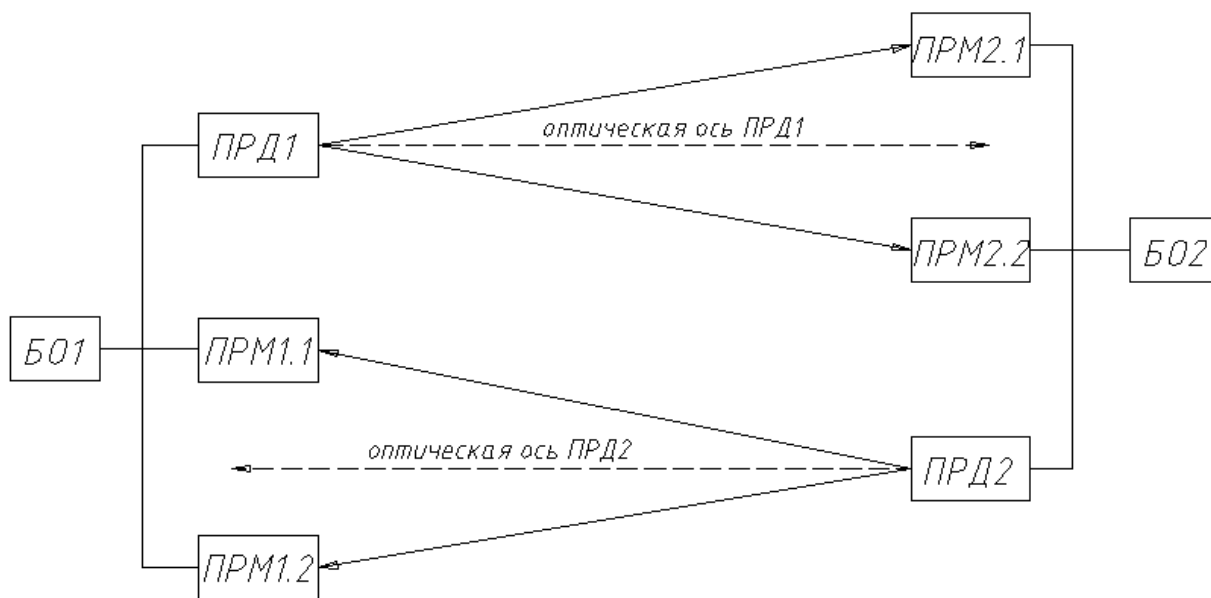
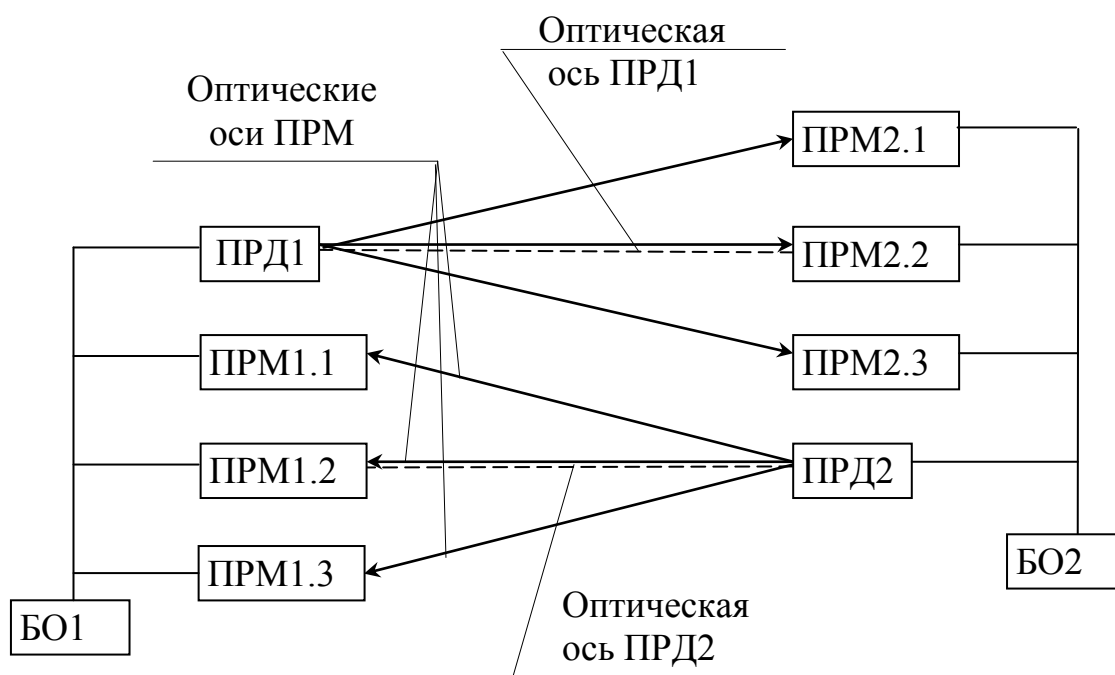

Рисунок 5.1 – Принцип построения 4-лучевого извещателя
Рисунок 5.2 – Принцип построения 6-лучевого извещателя.
Принцип действия извещателя основан на создании многолучевого ИК-барьера, состоящего из четырех (рисунок 5.1) или шести (рисунок 5.2) оптических каналов.
5.2.4.2.2 Отъюстируйте оптический канал ПРД1 – ПРМ2.1 и ПРМ2.2 (см. рисунок 5.1 для 4-лучевого) или канал ПРД1 – ПРМ2.1, ПРМ2.2, ПРМ2.3 (см. рисунок 5.2 для 6-лучевого). Для этого:
5.2.4.2.3 Отъюстируйте оптический канал ПРД2 – ПРМ1.1 и ПРМ1.2 (см. рисунок 5.1 для 4-лучевого) или канал ПРД2 – ПРМ1.1, ПРМ1.2, ПРМ1.3 (см. рисунок 5.2 для 6-лучевого). Для этого: